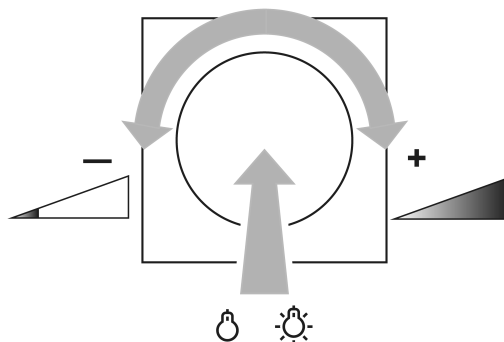

рисунок 1: Переключение света или настройка яркости
- Кратковременное нажатие установочной кнопки: включение и выключение света (рисунок 1).
- Быстрый поворот установочной кнопки: быстрое изменение яркости (рисунок 1).
- Медленный поворот установочной кнопки: медленное изменение яркости (рисунок 1).